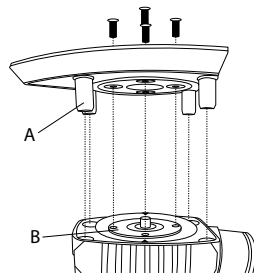

Bild 1
- ◆ Montera den slippatta du vill ha. Försäkra dig om att fästplattan **B** riktas efter slippattan. De gängade hålen på fästplattan **B** måste riktas efter motsvarande hål på slippattan. Gummistiften **A 15** (endast slippatta **9** och **11**) ska passa till hålen på produkten (se bild 1).